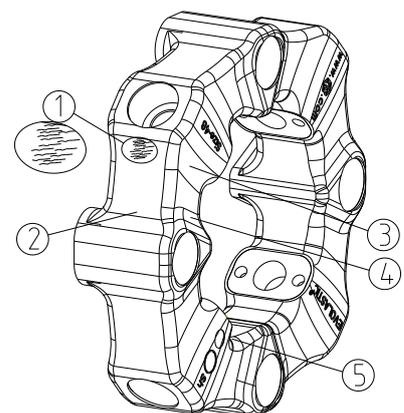

Bild 19: Sichtprüfung
- Das Elastomerteil an den in Bild 19 mit ①, ②, ③, ④ und ⑤ gekennzeichneten Bereichen auf Falten oder Risse prüfen. Eine Faltenbildung ist unproblematisch, kann aber je nach Anwendung langfristig zu Rissen führen. Sollten die Risse in den gekennzeichneten Bereichen die Grenze gemäß Tabelle 17 und mehr erreichen, muss das Elastomerteil ausgetauscht werden.